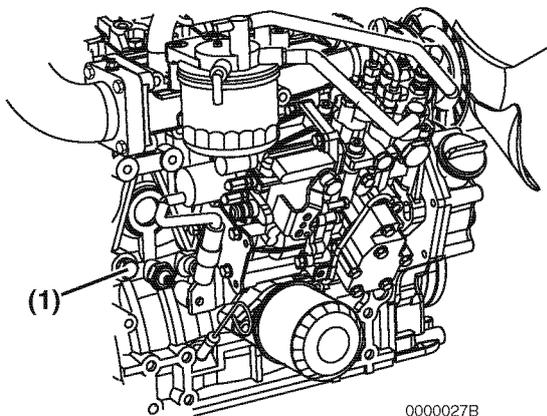

Abbildung 20
- Bei Modellen ohne Ölkühler die Ablassschraube (**Abbildung 20, (1)**) am Motorblock herausdrehen.